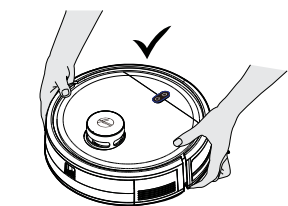

Fig. 19
**IMPORTANTE:** Deve desligar sempre o dispositivo antes de efetuar a manutenção. Use sempre as duas mãos para levantar e transportar e certifique-se de que o robot esteja nivelado. [Fig. 19]